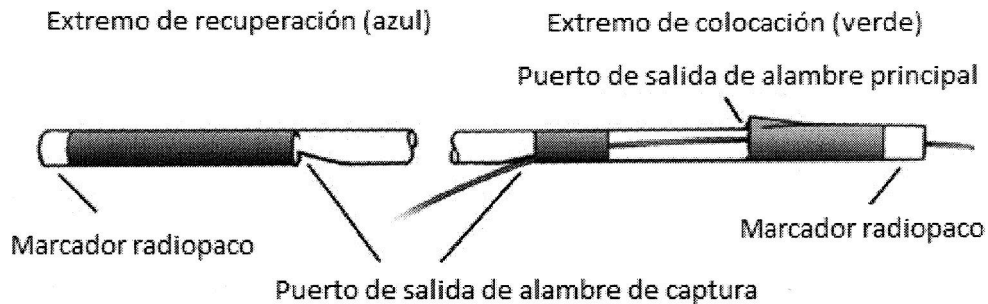

Figura 2: Diagrama esquemático del Catéter de colocación y recuperación
- Extremo de recuperación: está diseñado como un catéter de intercambio rápido, el cual podría remover el filtro con émbolos. El extremo de recuperación tiene un puerto de salida de alambre de captura, a unos 25cm desde el extremo suave distal con un marcador. El extremo de recuperación es azul; el diagrama esquemático del catéter de colocación y recuperación se muestra en la Figura 2.